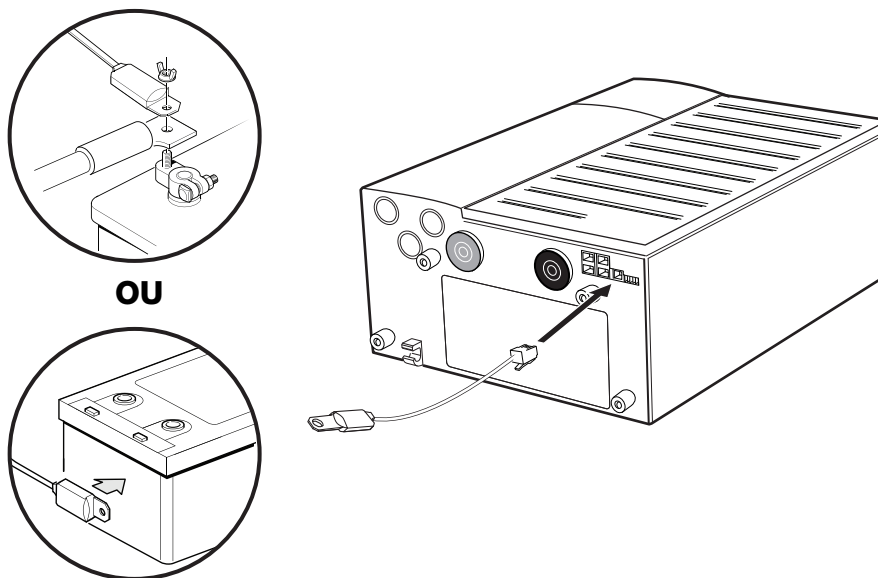

Figura 3-6 Instalação do sensor de temperatura da bateria
2. Direcione o cabo BTS até o compartimento da bateria e, em seguida, conecte o BTS usando um dos métodos a seguir (conforme mostrado na Figura 3-6 na página 3-12):